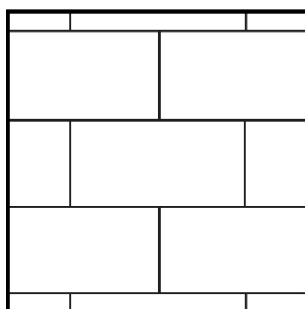
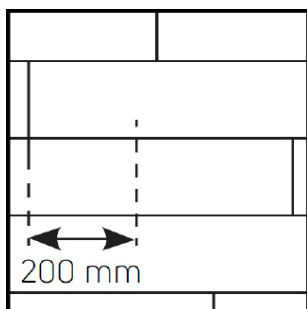

FIG 3A
FIG 3B
4. Empieza la segunda fila encajando la diente en la ranura mientras sujetas la tabla en un ángulo (unos 30°), luego presiona la tabla o la baldosa firmemente en la ranura de la primera fila. Coloca la siguiente tabla o baldosa enroscando la machihembra y la ranura a lo largo del lado corto. Empuja la machihembra y la ranura juntas por el lado largo manteniendo las tablas y azulejos en ángulo (Fig. 3). Las tejas y tablas deben colocarse 'escalonadas', de modo que las cuatro esquinas nunca se toquen entre sí (Fig. 3a y Fig. 3b).